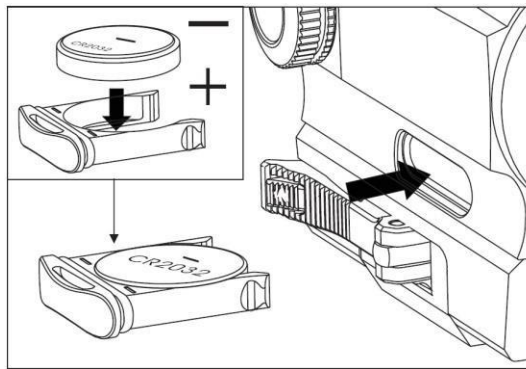

рис. 2-2
2) Установка новой батарейки (см. Рис.2-2):